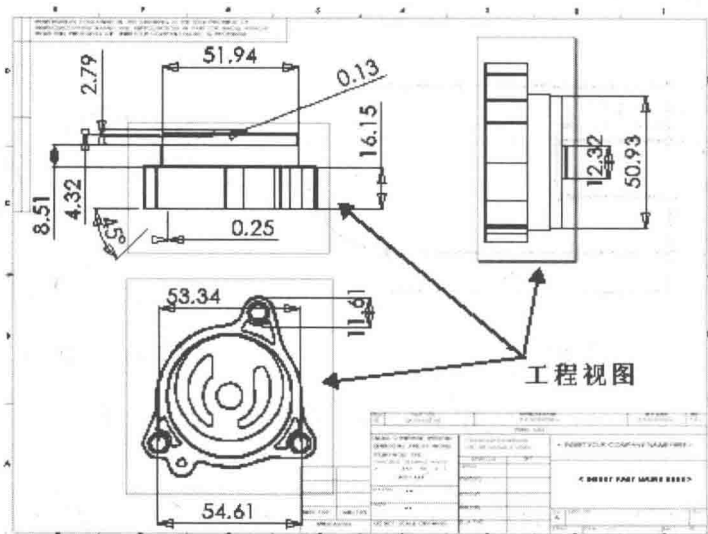
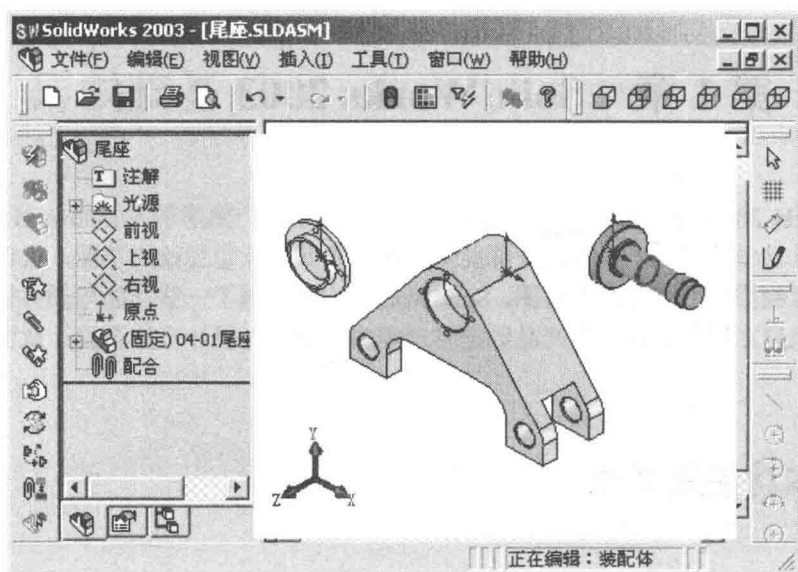

图 1.1 二维工程图
图 1.2 三维装配体
(1) SolidWorks 2003 模型由零件、装配体和工程图组成，并且三者具有联动功能，如图 1.1、图 1.2 所示。